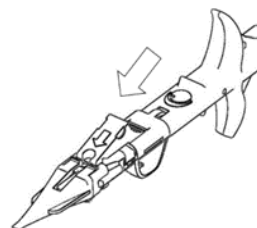

Рис. 5
7. Толкайте красный ограничитель вперед, пока не прозвучит щелчок и не будет закреплена форсунка картриджа, одновременно освобождая толкающую штангу, как показано на рис. 5. Избегайте преждевременного толкания штанги, которая может свободно двигаться после выполнения этого действия.